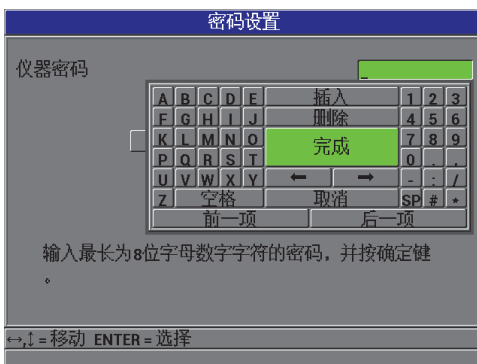

图 5-10 密码设置屏幕
2. 在**密码设置**屏幕中（参见第 101 页的图 5-10），可在**仪器密码**栏区中，输入最多包含 8 个字母数字字符的密码。